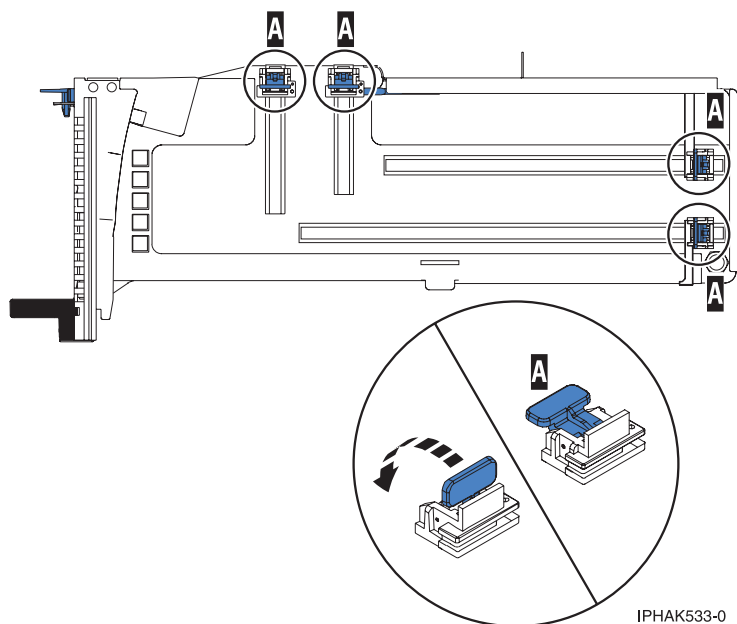

Figure 55. Crochets de retenue
- b. Vérifiez que tous les crochets de retenue de carte (**A**) sont repoussés vers les bords de la cassette pour permettre l'installation de la carte. Pour plus d'informations, voir la figure 55, à la page 67.